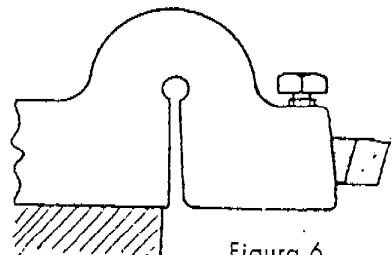

Figura 6
2. Usar de preferencia soporte flexible ( Figura 6 ).